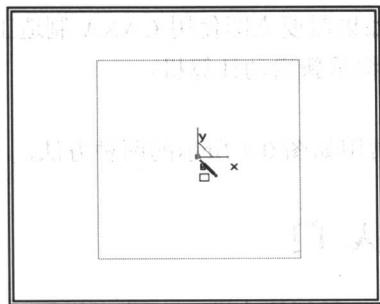

图 0-4 绘制矩形
(3) 移动光标到屏幕中心的 XOY 坐标原点位置，待光标提示由  变为  时，单击鼠标左键确定，绘制以原点为中心、 120×120 的矩形，如图 0-4 所示。点击鼠标右键，退出矩形绘制命令。